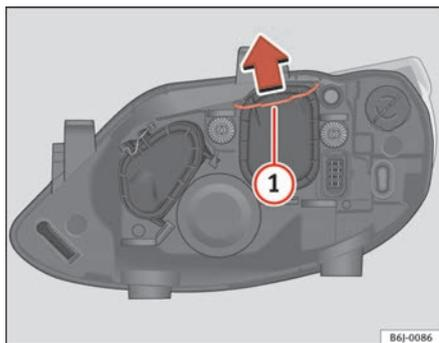

Fig. 145 Anabbaglianti
- Far scorrere il tirante ⇒ fig. 145 ① nel senso della freccia e sfilare la chiusura.